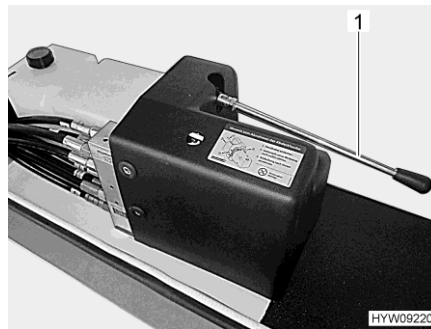

Fig. 48 Leva (comando di emergenza)
- Chiudere il piedino di stazionamento con la pompa manuale. A tale scopo, pompare con la leva (Fig. 48,1) fino alla chiusura del piedino di stazionamento.